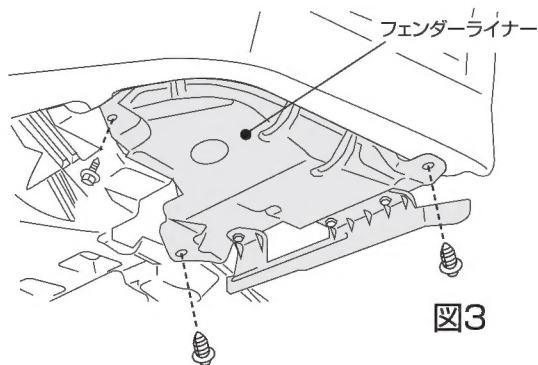

図3
3. ボルトとクリップを外しフェンダーライナーをめくって下さい。(図3)